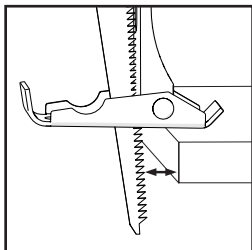

Fig. 9
- Assicurarsi che la piastra di appoggio sia ben in contatto con il pezzo da lavorare ma non con la lama. **(Fig. 9).**